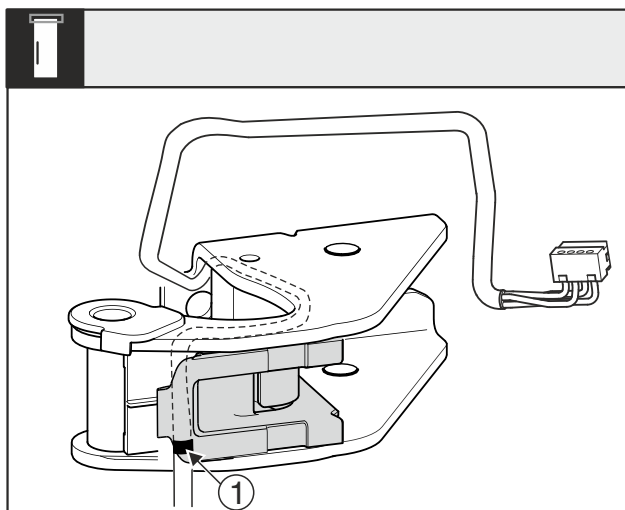

Fig. 29
- Mittlere Markierung Fig. 29 (1) muss dabei auf der Kante der Kabelhalterung liegen.